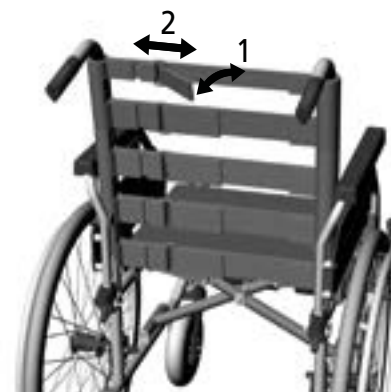

Abb.21
Der TOMTAR MR-LG ist serienmäßig mit einem Klett- Anpassrücken ausgestattet, welchen Sie nach Ihren Wünschen einstellen können. (Abb.21) Hierzu öffnen Sie die Kletthaftverbindung der Rückenlasche unter dem Sitzpolster und schlagen diesen samt Rückenpolster nach vorne um. Lösen Sie nun die Kletthaftverbindung der Gurtbänder (1). Anschließend können Sie die Gurtbänder in der gewünschten Einstellung (2) wieder zusammenkletten (1). Die Überlappung von Klett- und Haftband muss dabei mindestens 100 mm betragen. Beginnen Sie dabei am untersten Gurtband. Zum Schluss schlagen Sie die Rückenlasche wieder nach hinten um und fixieren sie über den Klettverschluss.